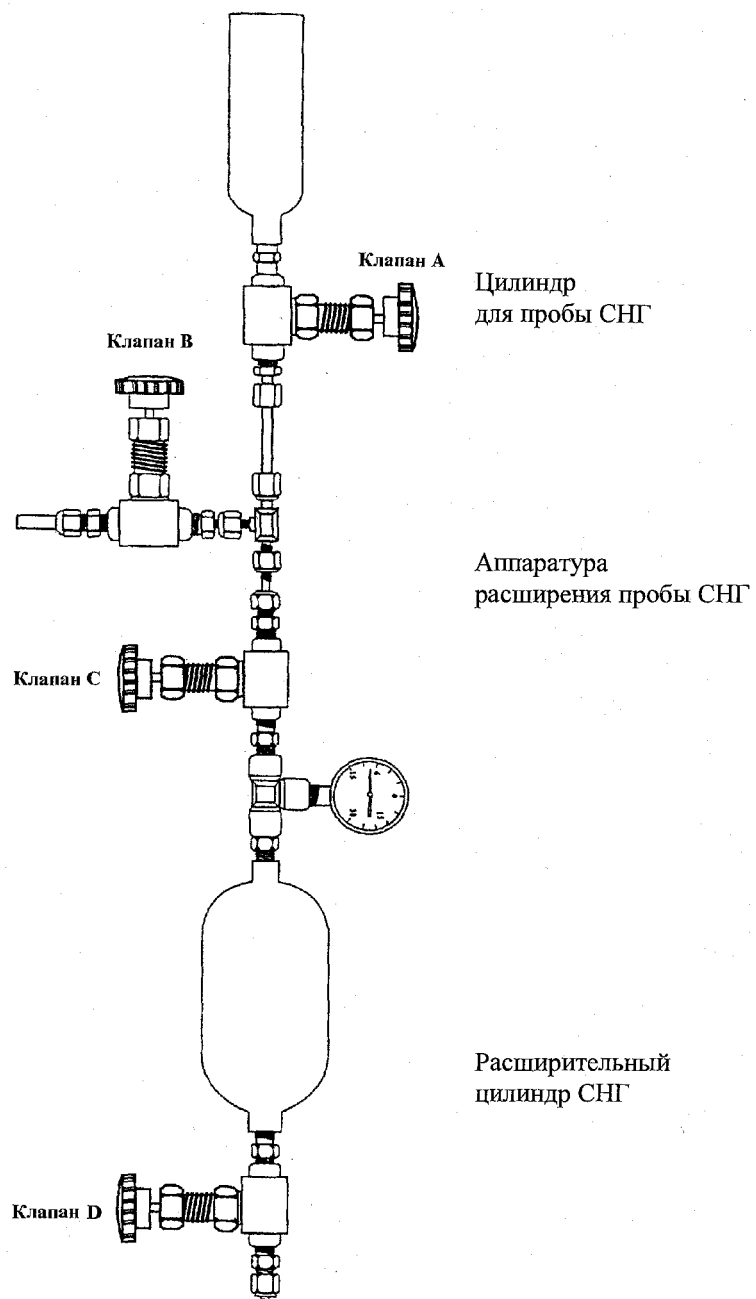

Рис. 4 Схема блока расширения пробы
5. Соедините донный клапан или клапан, подсоединенный к погружной трубе цилиндра для проб СНГ, к аппаратуре расширения с помощью короткого соединителя из нержавеющей стали. Полностью откройте Клапан В на рис.4.